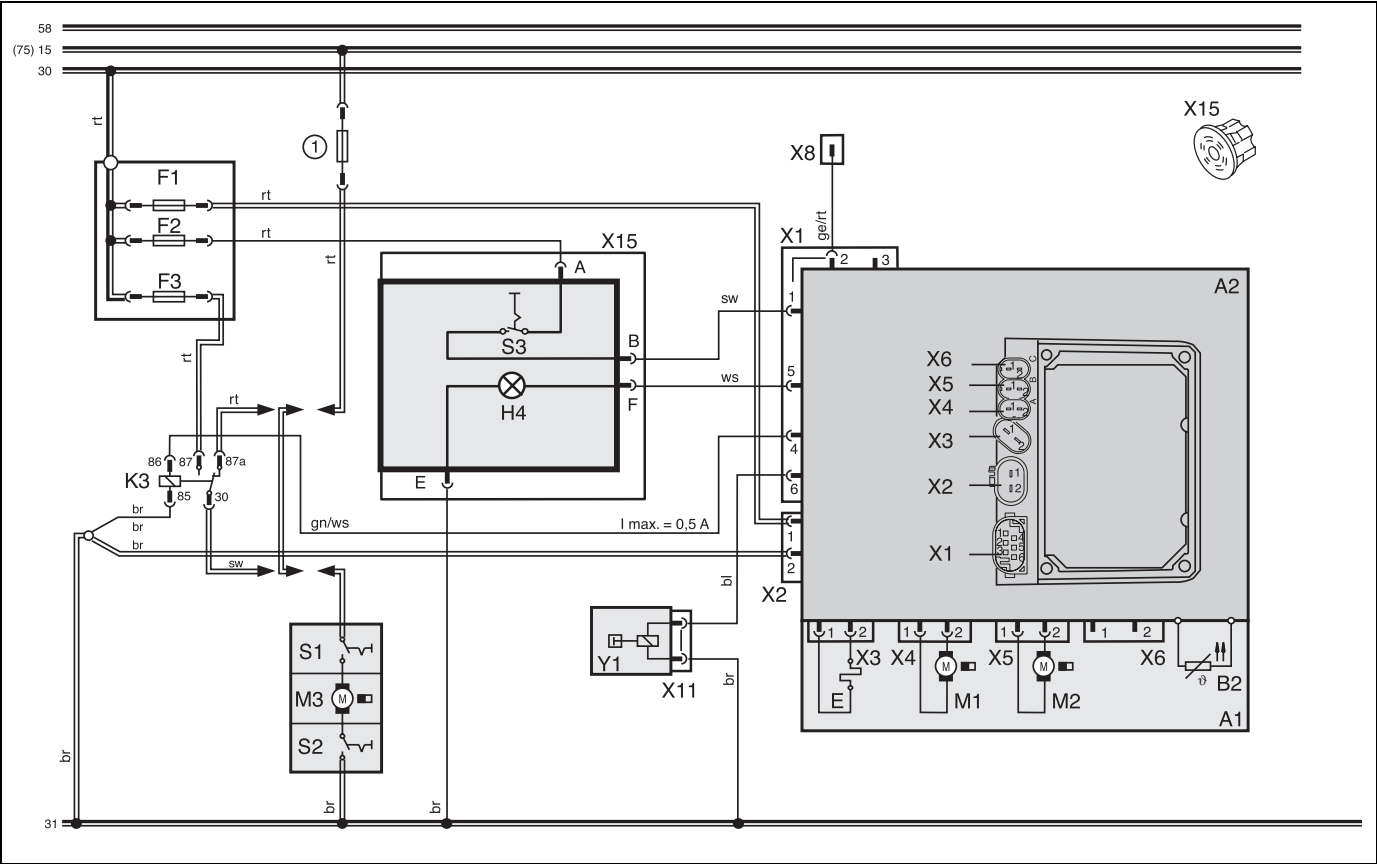

Fig. 18: Schéma électrique pour Thermo 50, commutateur 24 V (légende : voir page 73)
- commutateur voir schéma électrique fig. 18.